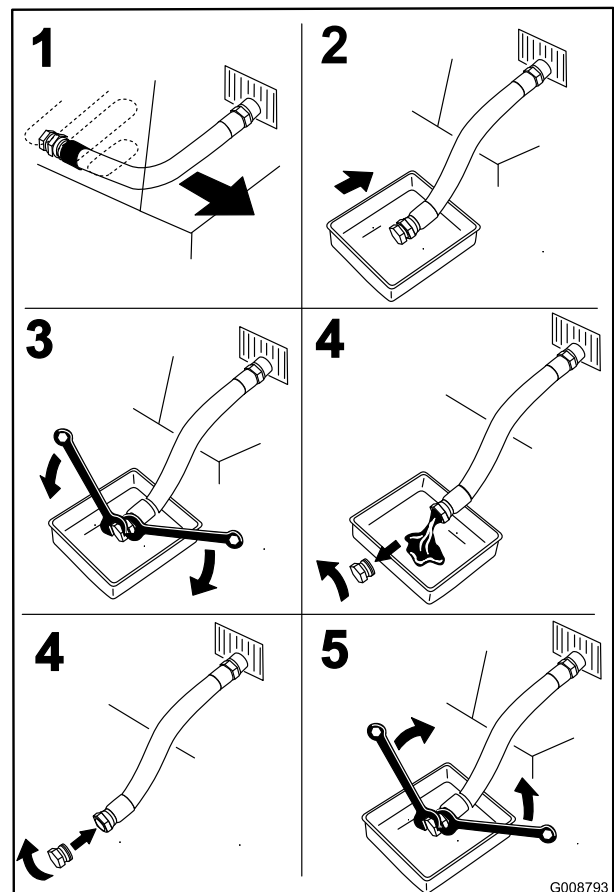

Bild 51
3. Stellen Sie vor dem Verlassen des Fahrersitzes den Motor ab, ziehen Sie den Schlüssel ab und warten Sie, bis alle rotierenden Teile zum Stillstand gekommen sind (Bild 51).